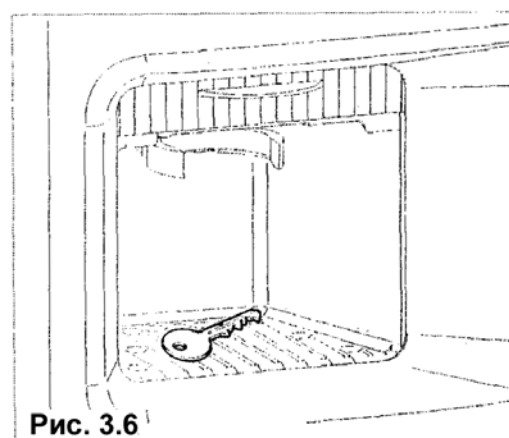

Рис. 3.6
- Выньте ключ из камеры выдачи напитков (рис. 3.6)